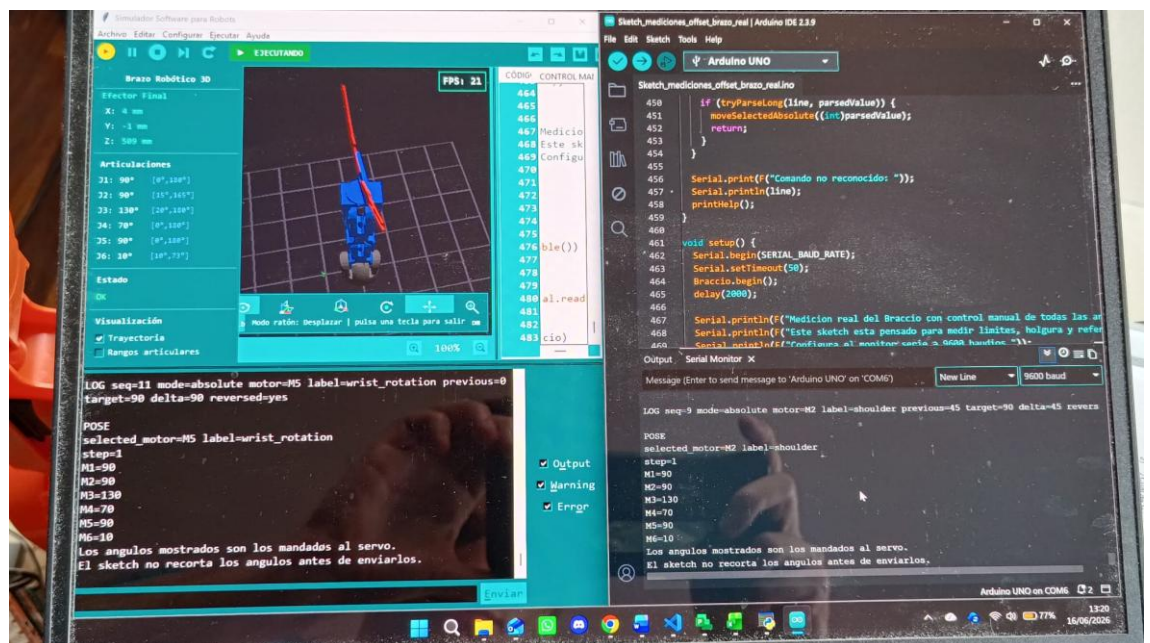

Figura 51 `braccio_medicion_real.ino` en paralelo: consola del simulador (izquierda) y Monitor Serie del IDE de Arduino (derecha) mostrando el mismo estado.
2. Abrir el Monitor Serie a 9600 baudios y arrancar el sketch que lleva el brazo a la pose base e imprime la ayuda como se ve en la Figura 51.